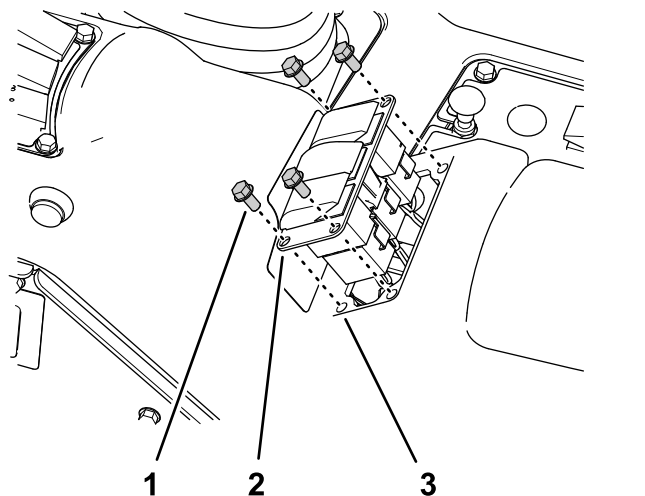

Рисунок 31
1. Удалите 4 винта с фланцевыми головками (1/4 x 1/2 дюйма), которые крепят панель с 3 переключателями к пульту управления (Рисунок 31).
3. Отсоедините 8-гнездовой разъем жгута проводов машины (с маркировкой **Rate Switch** (переключатель интенсивности опрыскивания)) от 8-штыревого разъема переключателя (Рисунок 31).
6. Совместите заглушку переключателя с отверстием в панели с 3 переключателями, откуда был снят переключатель интенсивности опрыскивания (Рисунок 31).
7. Вставьте заглушку переключателя в панель с 3 переключателями до срабатывания защелки, которая надежно зафиксирует заглушку в панели (Рисунок 31).